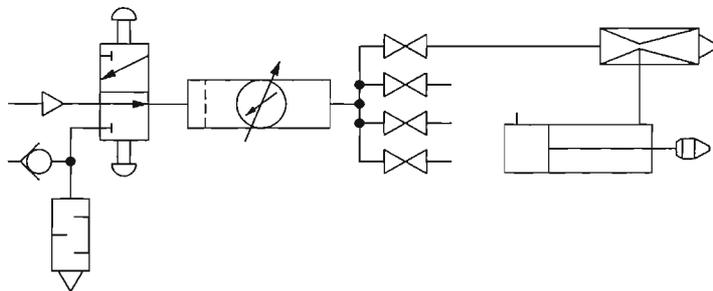

Figura 2-19. Diagrama esquemático de un circuito de vacío utilizando un cilindro.
- 7. Conecte el circuito mostrado en la Figura 2-19.
- 8. Con el diagrama esquemático en la Figura 2-19, explique cómo reaccionará el cilindro cuando el aire comprimido fluya a través del venturi.